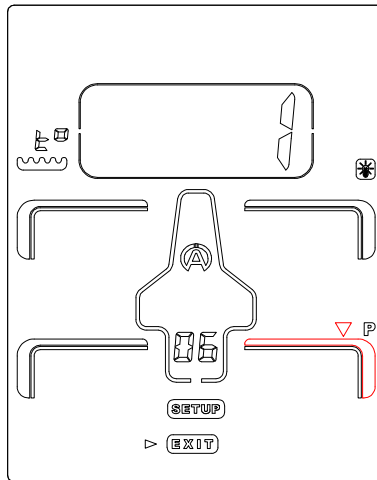

Figura 18
- 4) Pressione o botão central **Ok** para confirmar a sua escolha (figura 18).
Após confirmação, o ícone "P" seleccionado fica fixo e o algarismo 1 aparece "no VISOR". Em seguida, aparece automaticamente outro ícone a piscar, (seta vermelha, figura 18). Se o sítio da segunda captação não lhe convier, faça a mesma coisa: repita as operações da forma explicada acima (figura 19).